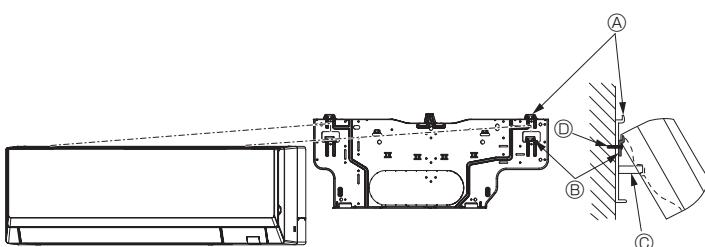

Fig. 3-26
- Si l'appareil intérieur ne peut être suspendu et soulevé à l'aide du crochet classique (la dimension de 2.1. ⑧ (espacement entre le plafond et l'appareil) est de 75 mm, 2-61/64 pouces, ou moins), suspendre l'appareil sur le crochet inférieur. (Fig. 3-26)
##### (Fig. 3-26)